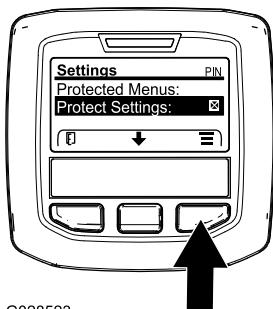

Bild 11
- Navigieren Sie vom Hauptmenü mit der mittleren Taste auf das Menü EINSTELLUNGEN und drücken Sie die rechte Taste (**Bild 11**).